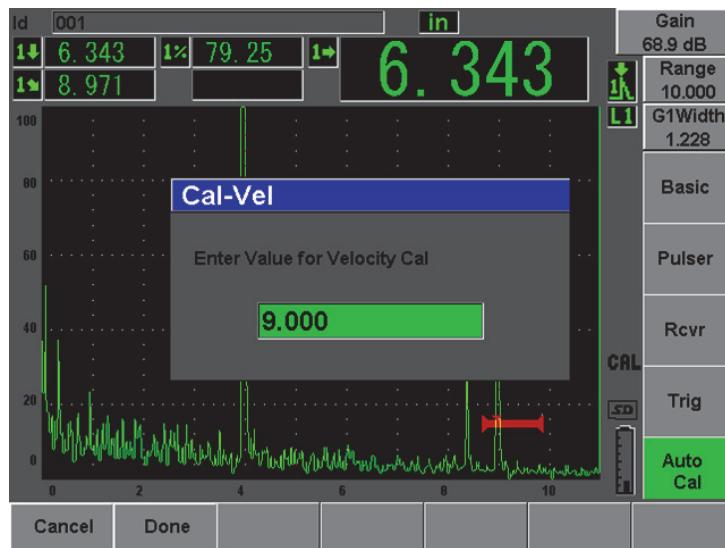

图 10-22 阀门内声速校准信号示例
- 使用 **[GATES]**（闸门）键，定位闸门 1，以使从试块的弧形处反射的第二个回波处于闸门范围内。这个回波应接近 9 in. (225 mm)（参见第 183 页的图 10-22）。